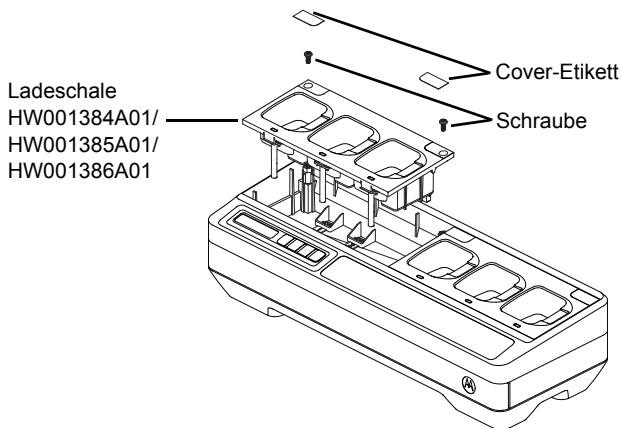

Abbildung 23: Anbringen und Entfernen der Ladeschale
4. Entfernen Sie den Kabelbaum der Ladeschale, indem Sie den Stecker gerade nach oben ziehen (siehe Abbildung 23).